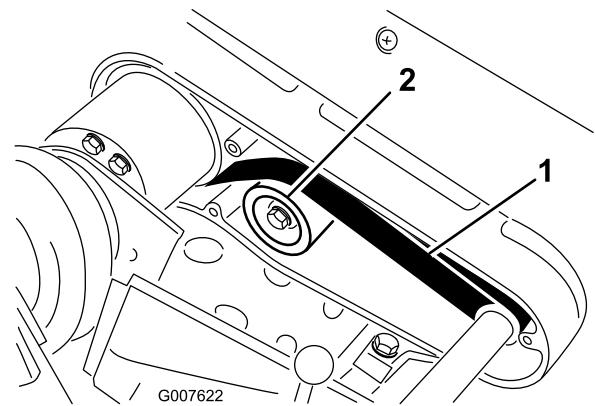

Bild 45
2. Bringen Sie eine Kraft von 22-26 N in der Mitte zwischen den Riemenscheiben (**Bild 45**) auf den Riemen an.
A. Losen Sie die Befestigungsmutter der Spannscheibe und drehen Sie die Spannscheibe nach rechts gegen die R­ckseite des Riemen­s, bis Sie die gew­nschte Riemen­spannung erzielt haben (**Bild 45**).